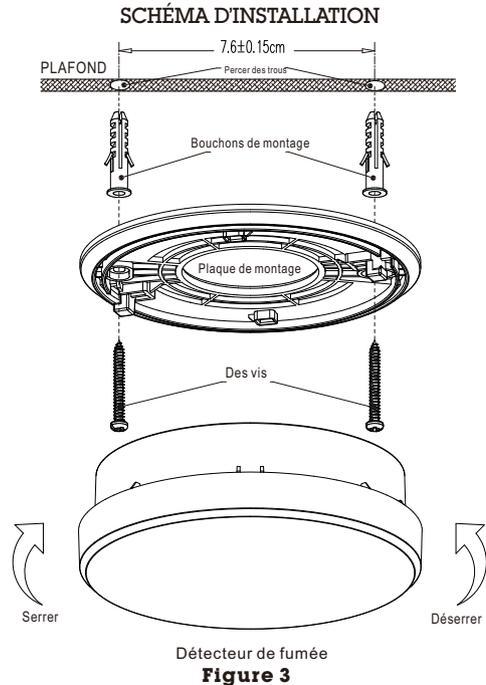

Figure 3
4. Fixez la plaque de montage avec les deux vis. (Voir Figure 3).
1. Faites pivoter le détecteur de fumée dans le sens antihoraire à partir de la plaque de montage (voir Figure 3).